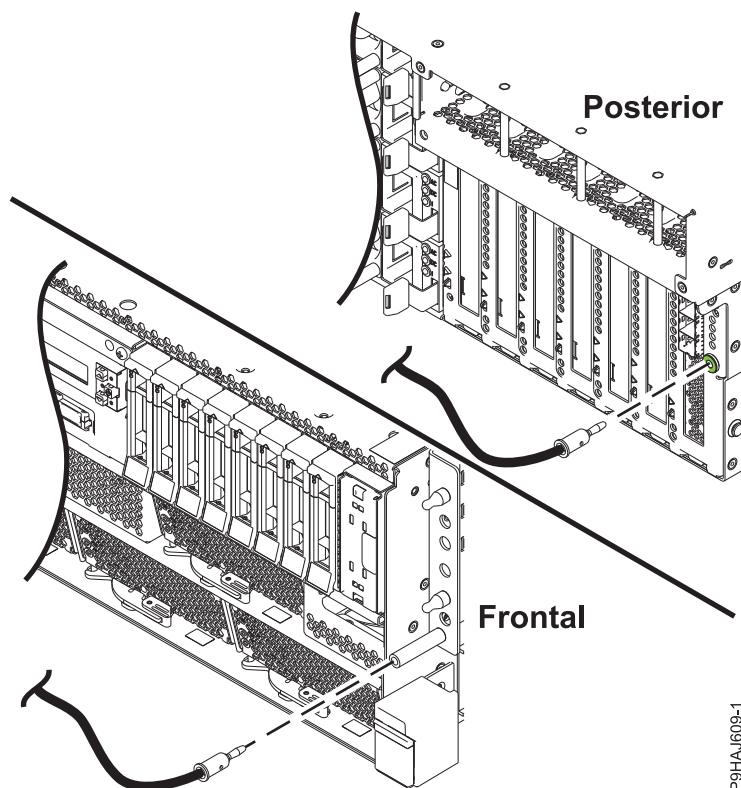

Figura 1. Ubicació dels endolls ESD
6. Connecteu una canellera antiestàtica per a descàrregues electrostàtiques (ESD). El sistema té clavilles ESD a la part frontal i posterior del sistema, tal com es mostra a la Figura 1 a la pàgina 4. Connecteu la canellera antiestàtica ESD a la clavilla ESD.